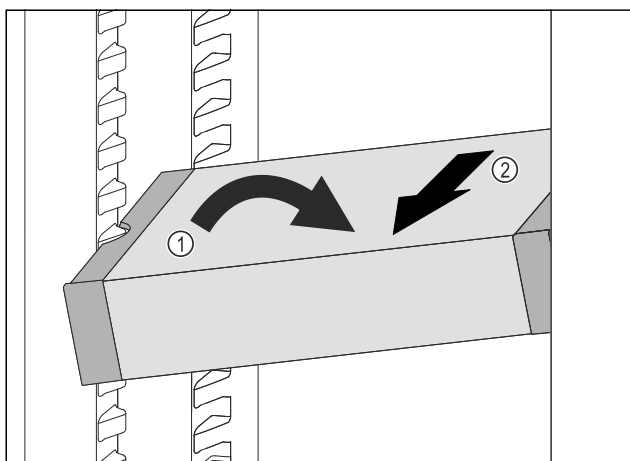

Fig. 94
- VarioSafe in het koelgedeelte schuin zetten. Fig. 94 (1)
- VarioSafe naar voren toe verwijderen. Fig. 94 (2)